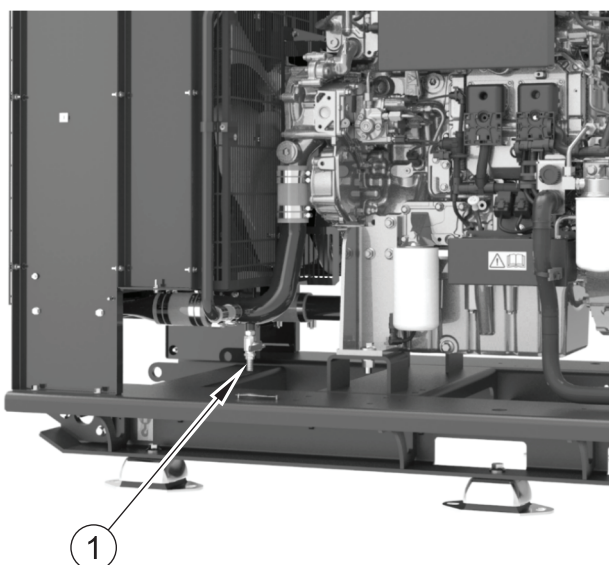

Figura 5
1. Afloje el tapón de llenado de refrigerante en el depósito de cabecera (figura 5, elemento 1).
2. Gire el grifo hasta la posición abierta (figura 5, elemento 1).